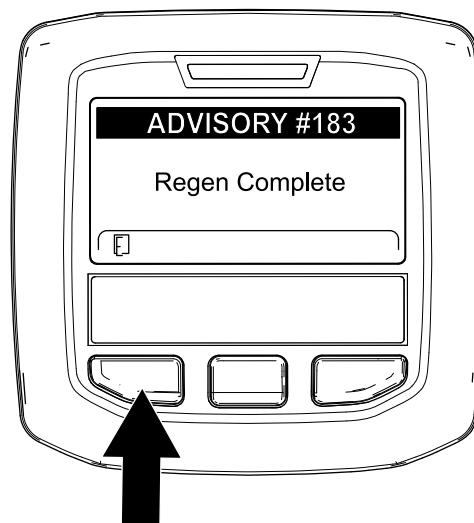

Figure 58
9. Quand le calculateur moteur achève une régénération en stationnement ou d'urgence, l'InfoCenter affiche ADVISORY #183 (avis n° 183) (Figure 58). Appuyez sur le bouton gauche pour quitter l'écran d'accueil.